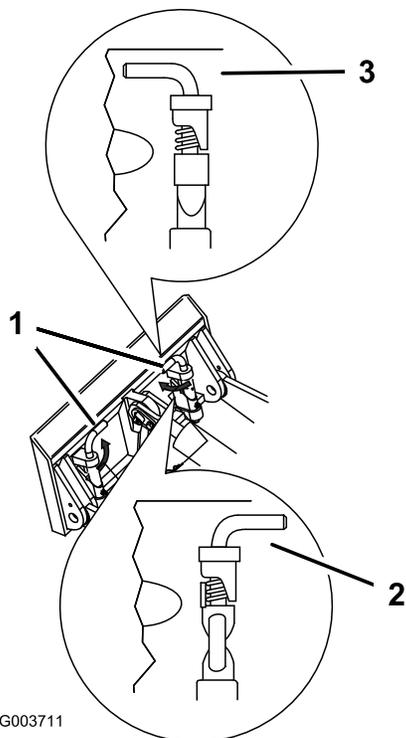

Figura 25
7. Engate os pinos de ligação rápida, assegurando que estão completamente encaixados na placa de montagem (Figura 25).